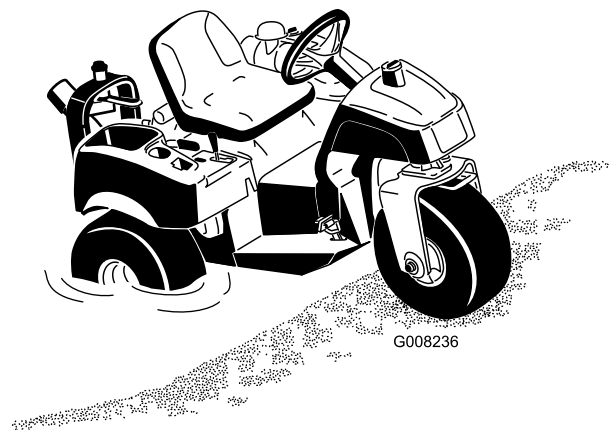

Figura 11
1. Avviate la macchina Sand Pro e indietreggiate lentamente nella parte meno profonda del bunker. Non avviate il funzionamento se la profondità dell'acqua supera i mozzi della macchina Sand Pro (Figura 11).